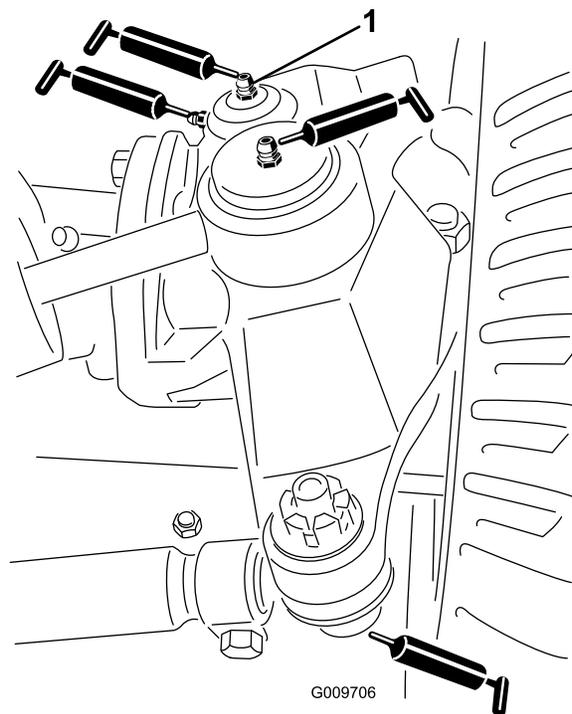

図 35
- 図 35に示す、ステアリングシリンダのボールジョイント 2ヶ所
- 図 35に示す、タイロッドのボールジョイント 2ヶ所
- 図 35に示す、キングピンのブッシュ2ヶ所